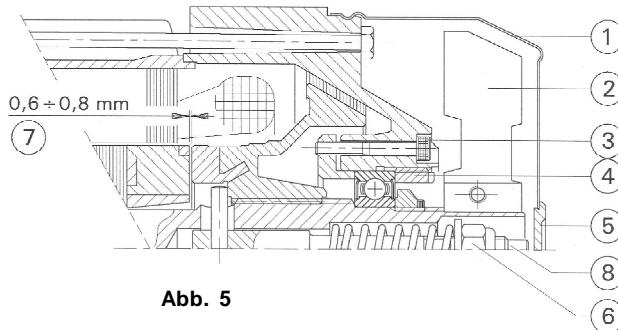

Abb. 5
7.2 EINSTELLUNG DER MOTORBREMSE (Abb.5)